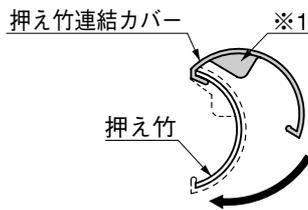

図4-2 押え竹連結カバーの差込み
- 押え竹の連結部に押え竹連結カバーを差込んでください。(図4-2参照)